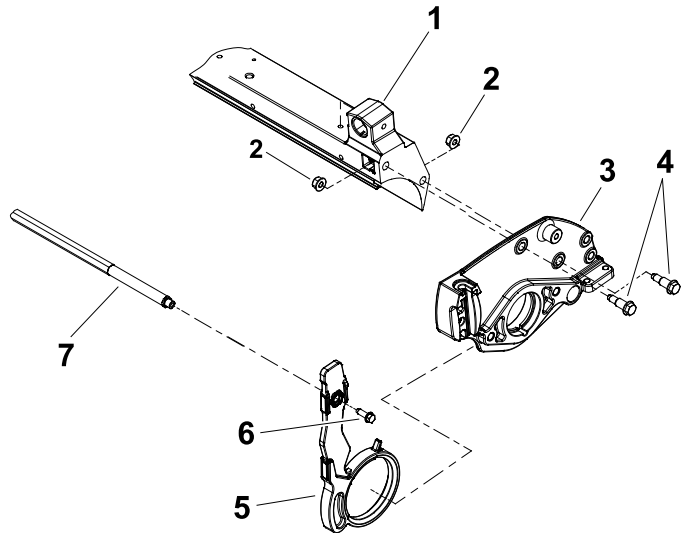

Figura 12
2. Fate scorrere attentamente la piastra laterale con il nuovo braccio orientabile sul gruppo del cilindro di taglio (Figura 12).
3. Montate i bulloni di spallamento e i dadi flangiati per fissare la piastra laterale all'elemento trasversale (Figura 12).
5. Posizionate il collegamento trasversale sui bracci orientabili e fissate con 2 viti a testa piana (Figura 12).